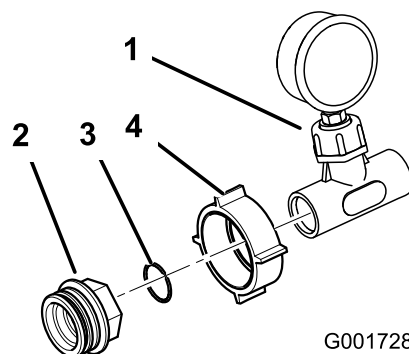

Figura 15
15. Instale la tuerca grande de plástico sobre el conjunto del manómetro y el acoplamiento en T. Instale una junta tórica y un adaptador de plástico en el conjunto, según se indica en Figura 15.